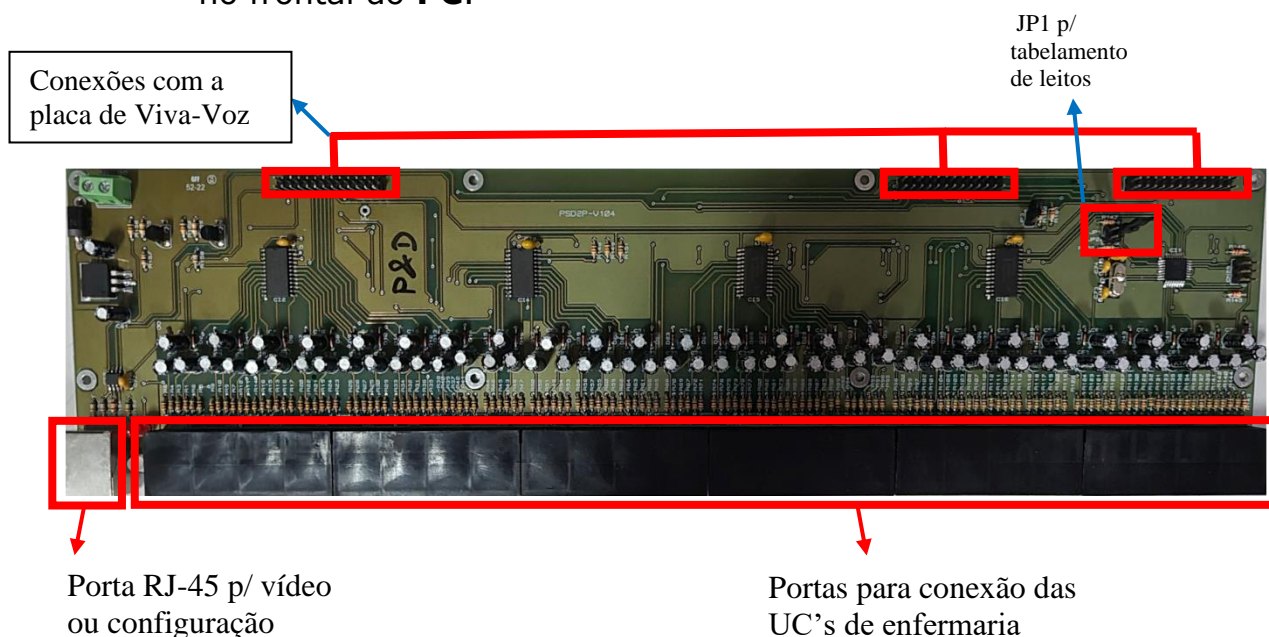

Figura 18 – Esquema de ligações na placa do Painel Concentrador
- a. O *Sinalizador de Porta* deve ser conectado à **UC** do leito mais próximo da porta. Na caixa de passagem onde será instalada a placa da **UC** mais próxima à porta, identifique, o cabo de pares trançados que vem do **SP**. Identifique também o borne rotulado com "**SP**" localizado na placa desta **UC**. Escolha três vias do cabo vindo do **SP** e use uma chave de fenda 1/8"x3" para conectar uma das vias ao pino 1, outra ao pino 2, e outra ao pino 3 deste borne. Na outra extremidade deste cabo (que estará na caixa de passagem onde será instalado o **SP**), selecione as mesmas três vias para ligar ao borne rotulado com "**CN1**" da placa de circuito do **SP**. Observe que o **pino 1** do borne **SP** (na **UC**) deve ser ligado ao **pino 1** do borne **CN1** (no **SP**). Semelhantemente, o **pino 2** do **SP** deve ser ligado ao **pino 2** do **CN1** e o **pino 3** do **SP** deve ser ligado ao **pino 3** do **CN1**. Feito isto, ligue também, em paralelo, o **pino 1** do borne **SP** de cada uma das outras **UC's** (da mesma enfermaria) ao **pino 1** do borne **SP** da **UC** próxima à porta. Ligue ainda, em paralelo, o **pino 2** do borne **SP** de cada uma das outras **UC's** (da mesma enfermaria) ao **pino 2** do borne **SP** da **UC** próxima à porta. Veja as *Figuras 15 e 23* acima. Feito isso, remova o jumper de programação **JP1** (veja a *Figura 18*) de todas as **UC** exceto aquela à qual encontra-se ligado o **SP**. Em outras palavras, num ambiente com mais de um leito, o jumper **JP1** deve ser instalado apenas na **UC** diretamente conectada ao **SP**.
- I) No Painel Concentrador, ligar o jumper Tab Apto e conectar o cabo RJ-45 na entrada *PS/Config*. – *Figura 18*.